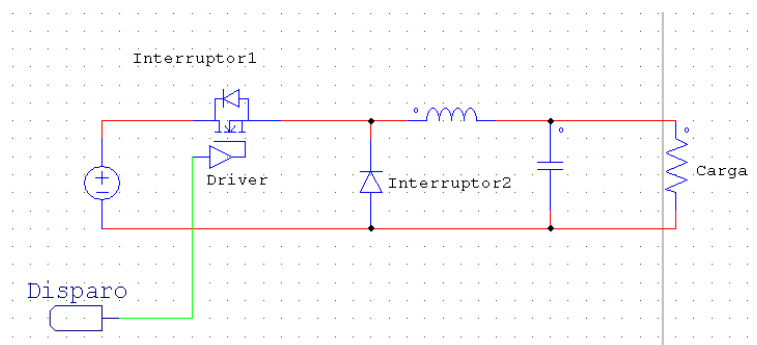

Figura 1.1 Configuración Buck con sus interruptores semiconductores
Como se puede observar en la figura 1.1, el semiconductor está formado por 3 terminales: el drenador (D), la puerta (G) y el sumidero (S). Sus prestaciones se establecen a partir de 3 características: